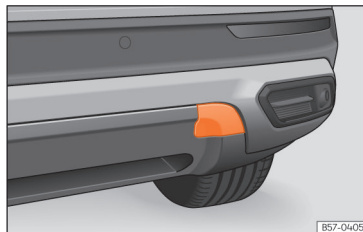

Fig. 199 Partea dreaptă a barei de protecție spate: demontați capacul.
Locul de instalare a inelului de tractare cu fi-let este în partea dreaptă a barei de protecție spate, în spatele unui capac »» **fig. 199**.
- Apăsăți partea superioară a capacului »» fig. 199 pentru a-l desprinde.